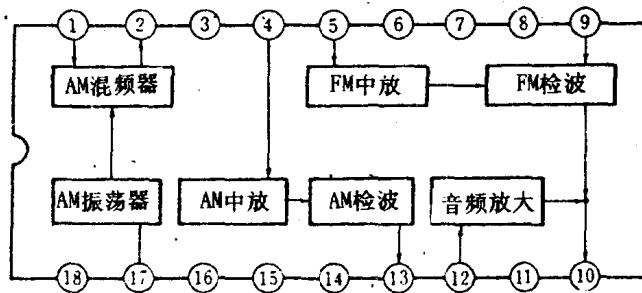

图 2 AN7220, AN7221 方框图
图 2 为 AN7220/AN7221 的方框图。其管脚作用是：①AM-IF 输入；②AM 混频输出；③Vcc(AM)；④AM-IF 输入；⑤FM-IF 输入；⑥IF 旁路；⑦IF 旁路；⑧地；⑨FM 检波线圈；⑩音频输出；⑪Vcc；⑫AM 音频放大输入；⑬AM 检波输出；⑭调谐指示器；⑮AGC 输入；⑯地(AM)；⑰本振；⑱AGC。